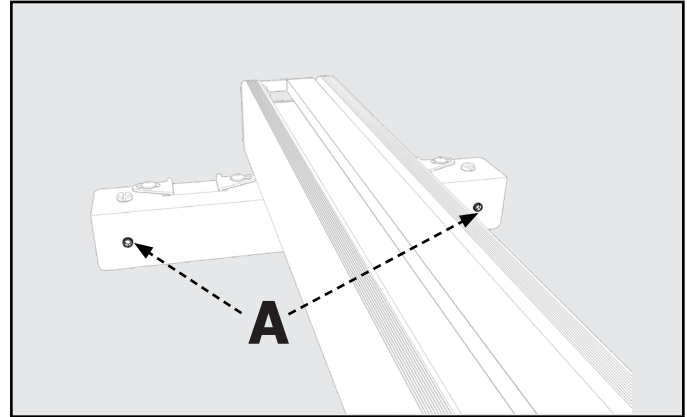

FIGURA 13
2. Apriete o afloje, levemente, uno de los dos tornillos de presión (A) como se muestra en la **Figura 13**, usando una llave Allen de 3 mm (no proporcionada).
2. Ubique los dos tornillos de ajuste (A), como se muestra en la **Figura 13**.